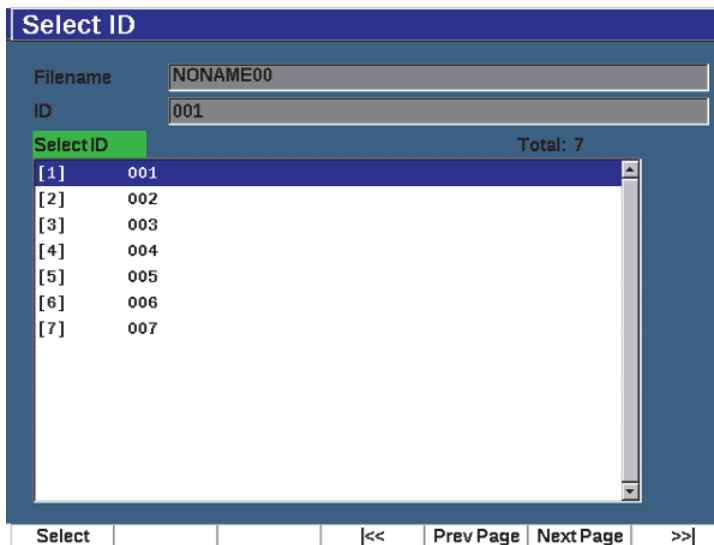

Figura 10-11 Página Select ID (Selecc. ID)
3. Pulse el botón **Select ID** (tecla P2) para visualizar la página **Select ID** (vea la Figura 10-11 en la página 239).